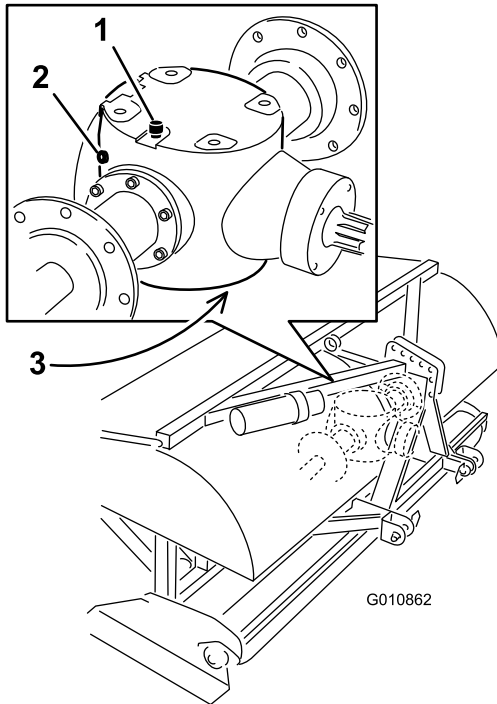

Figure 46
- Enlevez le bouchon de contrôle de la boîte d'engrenages (Figure 46).
- Vérifiez que le niveau d'huile atteint le bas de l'orifice du bouchon de contrôle du boîtier d'engrenages (Figure 46).
- Nettoyez les débris présents sur le bouchon d'aération/de remplissage et le bouchon de vidange pour éviter la contamination (Figure 46).